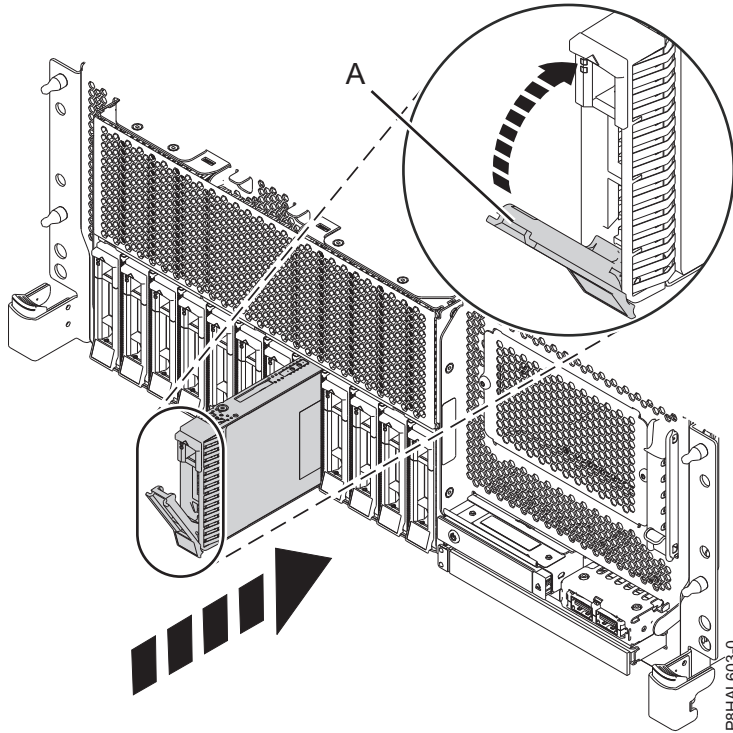

Figura 93. Sustitución de una unidad de disco en un sistema de función base montado en bastidor
4. Desbloquee el asa de la bahía de unidad (**A**) ejerciendo presión y tirando de ella hacia usted. Si el asa no está extendida del todo, la unidad no entra en el sistema. Consulte la Figura 93 en la página 106, la Figura 94 en la página 106, la Figura 95 en la página 107 y la Figura 96 en la página 108.
9. Cuando el LED de identificación se encienda de manera fija, deslice la unidad hasta el fondo del sistema y empuje hacia dentro el asa de la unidad (**A**) hasta que quede encajada, como se muestra en la Figura 93 en la página 106, la Figura 94 en la página 106, la Figura 95 en la página 107 y la Figura 96 en la página 108.